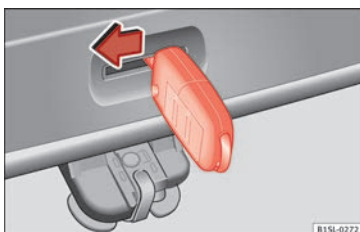

Fig. 7 Desde el maletero: desbloqueo de emergencia del portón trasero.
- Introduzca el espadín de la llave en la abertura del portón trasero » **fig. 7** y presione la